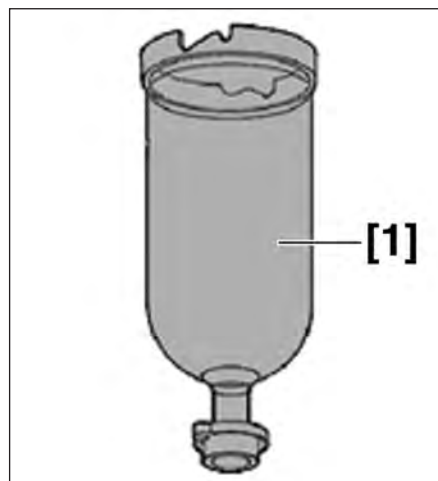

FIG. 18
- Mettre en place l'outil [1] sur le réservoir de liquide hydraulique du groupe électropompe (Fig.18).